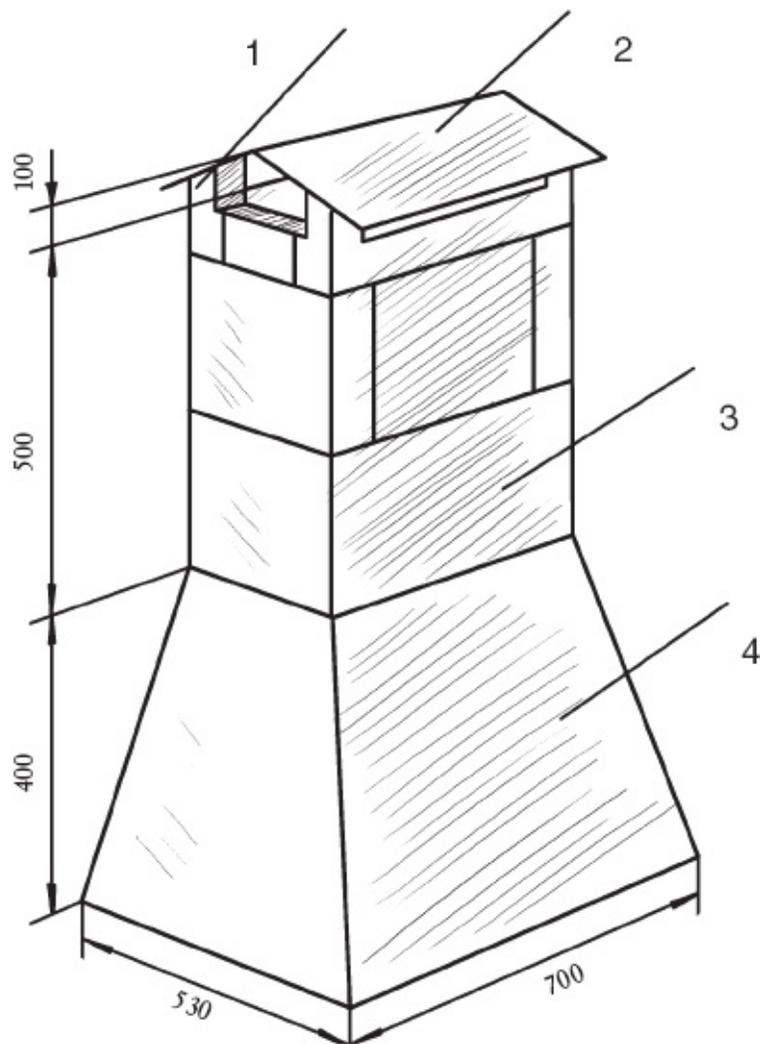

Рис. 50. Конструкция дымовой камеры и трубы (размеры указаны в миллиметрах):
13. Продолжением топки является пирамидальный колпак, который переходит в дымовую трубу, завершающуюся дымоходом, изготовленным из оцинкованной стали и надетым на оголовок трубы (рис. 50).